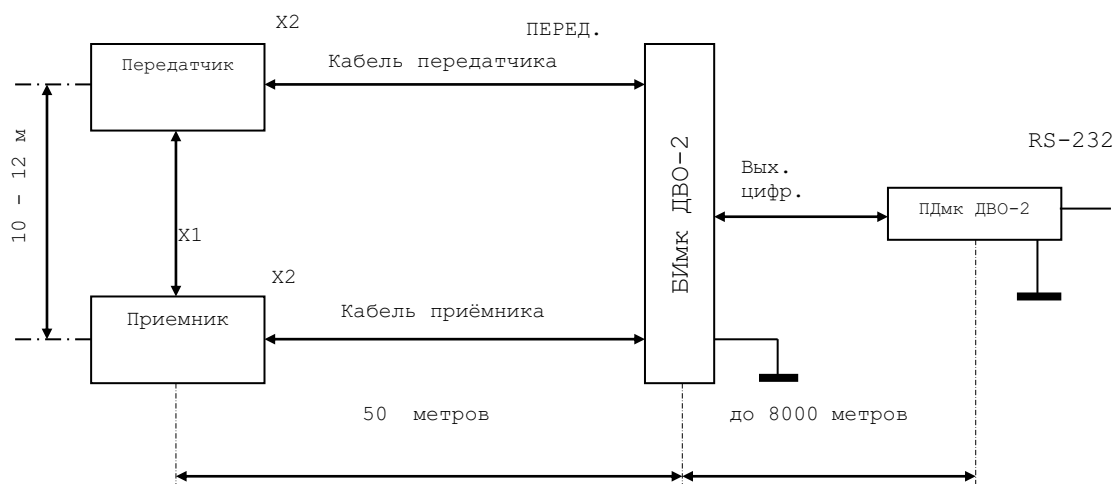

Рисунок 3 Схема монтажная ДВО-2
3.2.8 Элементы датчика расставляются согласно монтажной схеме (рисунок 3).
3.2.16 Установить блок измерительный на место, подсоединить к нему кабели согласно монтажному чертежу (рисунок 3), заземлить его корпус. Подсоединить выходы датчика к линии связи, соблюдая полярность.